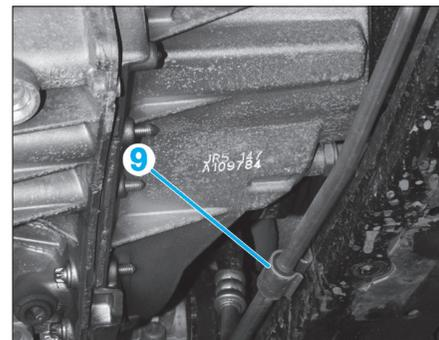

Fig. 14
- la fixation de la canalisation (8) de direction assistée sur la boîte de vitesses,
- Déposer la vis de fixation (9) de la canalisation de direction assistée sur le berceau (Fig.14),